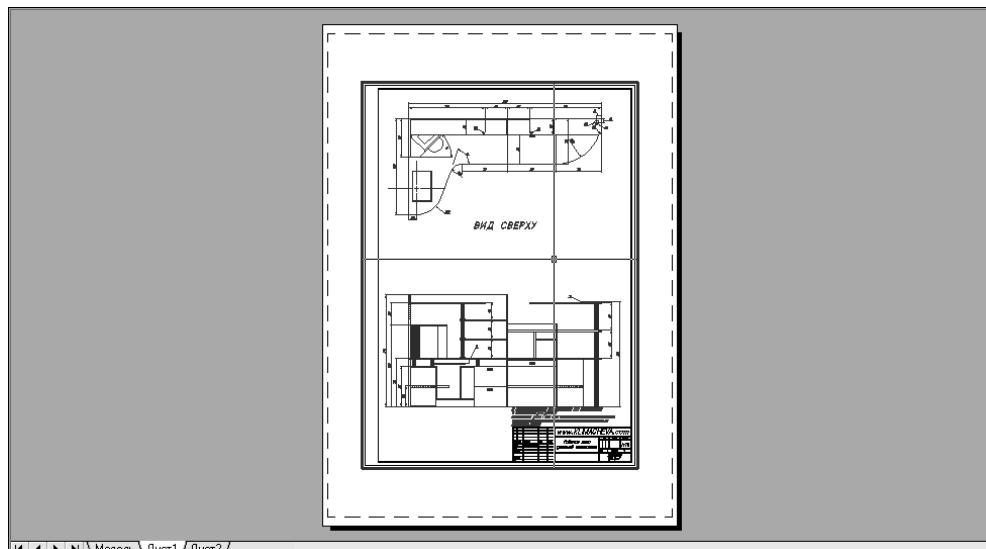

Рис. 13.6 ▼ Компоновка **Лист1** (Layout1) в режиме **МОДЕЛЬ** (MODEL)
- Снова попробуйте поперемещать указатель по области черчения. Как легко заметить, теперь указатель принимает форму перекрестья только в том случае, когда он попадает в область видового экрана, на котором отображается чертеж (рис. 13.6), а вне этой области указатель принимает форму обычной стрелки. Кроме того, когда указатель принимает фор-